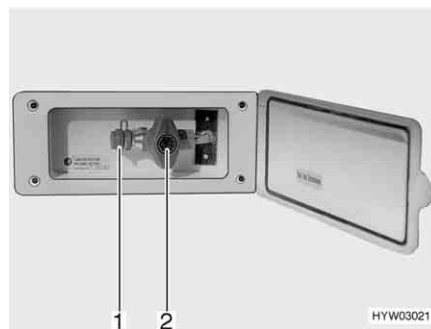

Bild 161 Externer Gasanschluss, Gasabsperrrventil geschlossen
Der externe Gasanschluss (Bild 161) befindet sich auf der rechten Fahrzeugseite.
- Externes Gasgerät an der Anschluss-Stelle (Bild 161,1) anschließen.
- Das Gasabsperrrventil (Bild 161,2) öffnen.